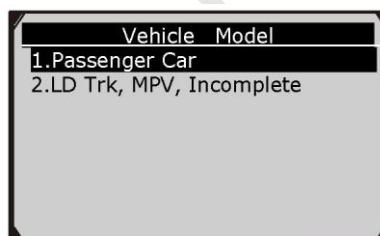

Рисунок 6-4
- 3) В меню **Vehicle Model [Модель автомобиля]** выберите тип конкретного автомобиля. См. рисунок 6-4.